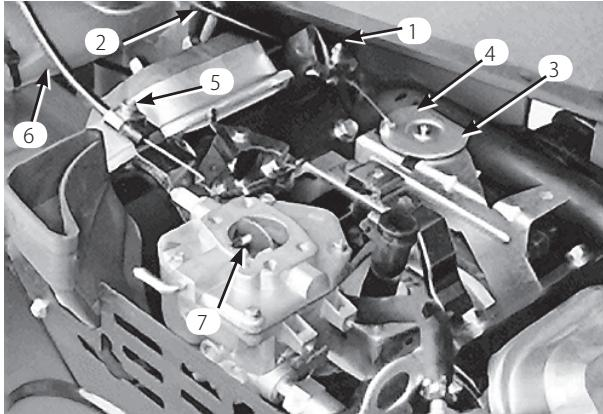

図37
1. チョーク・ケーブルをエンジンに止めているクランプをゆるめる(図37)。
3. スロットル・ケーブルを十分に引いて、スイベルの後部をストップに接触させる(図37)。
3. ケーブルをしっかりと引いて、チョーク・バタフライを完全に閉じ、クランプを締める(図37)。